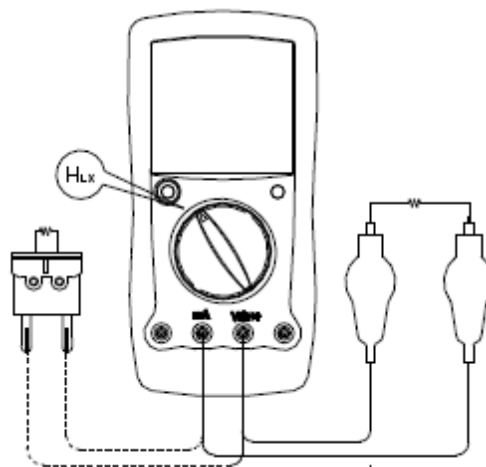

Figura 7
E. Teste de Indutância (ver figura 7)